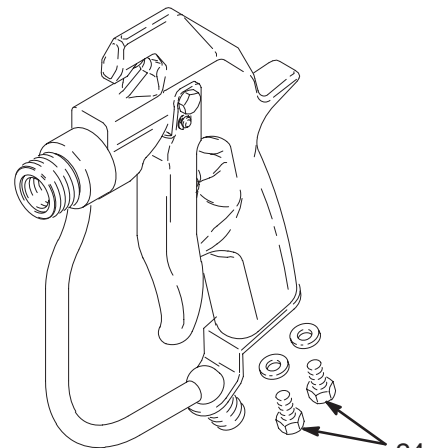

Fig. 19 04733
- Monter skruene (24). Se Fig. 19.